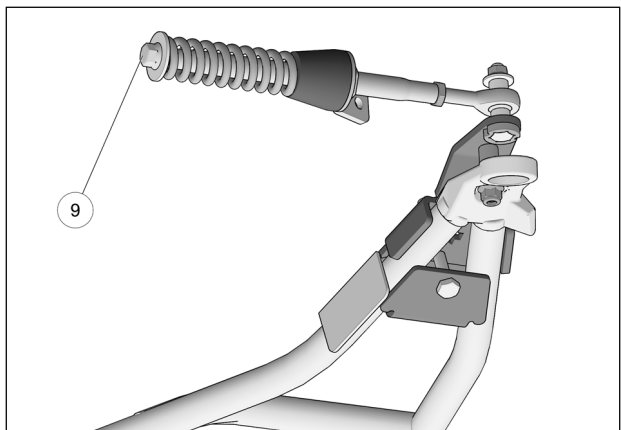

Fig. 19
10. Vérifier que le boulon du ressort (6) est serré au couple recommandé : 75 N•m [55 lb•pi]. Fig. 19